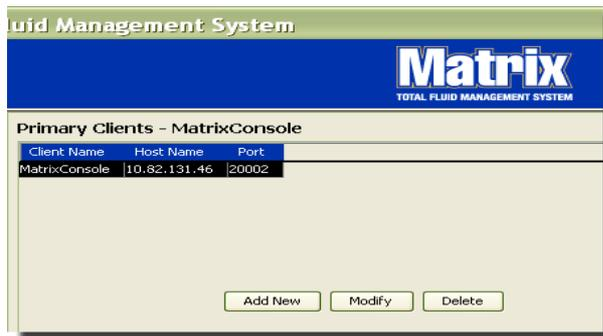

FIG. 79
4. Per aggiungere ulteriori client primari, selezionare il pulsante Add New (Aggiungi nuovo) (FIG. 79).